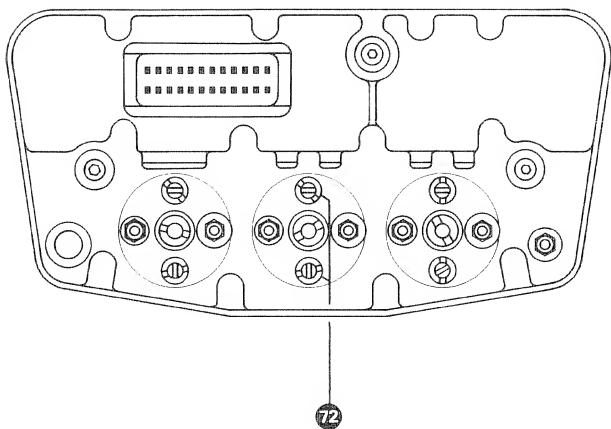

Fig. 7.5.-4
Nötigenfalls kann der Aufnahmetonkopf mit den Schrauben 72 (Fig. 7.5.-4.) neu einjustiert werden. Beide Schrauben sind dabei um die selben Winkelgrade gleichsinnig zu drehen. (Parallellage des Kopfspiegels zur Bandebene).
8. Connect AF millivoltmeter to line output 1 (16) (CH I).
9. Measure crosstalk level on line output 1 (16) (CH I).
10. The crosstalk levels must have the same amplitudes. If necessary, the record head can be re-adjusted with the screws 72 (fig. 7.5.-4). Both screws should be turned by the same amount and in the same direction. This is to avoid zenith being altered.